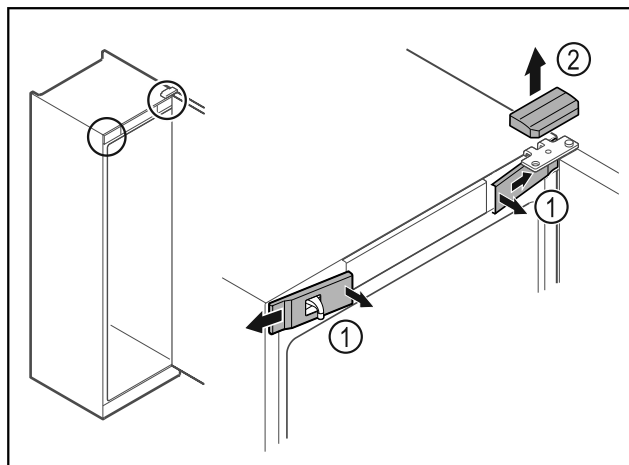

Fig. 15
- Disinnestare le coperture anteriori Fig. 15 (1) dall'interno ed estrarle lateralmente.
- Rimuovere la copertura superiore Fig. 15 (2) sollevandola verso l'alto.